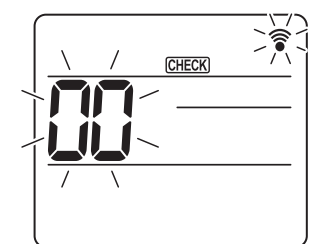
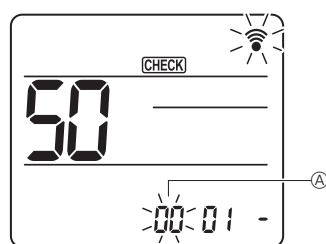
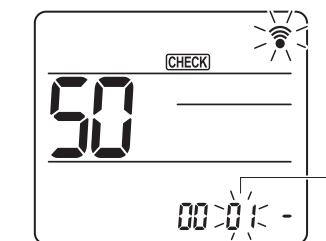
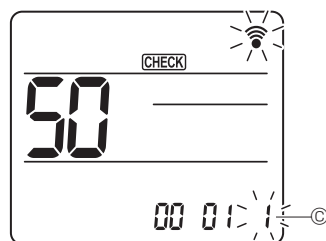

Fig. 7-18
Fig. 7-19
Fig. 7-20
Fig. 7-21
7.4.2. Tramite il telecomando wireless (Fig. 7-18, Fig. 7-19, Fig. 7-20, Fig. 7-21)
① Passaggio alla modalità di selezione della funzione
[CHECK] si illumina e lampeggia "00". (Fig. 7-18)
② Impostazione del numero dell'unità
Premere il pulsante [↓] per impostare il numero di unità ①. (Fig. 7-19)
③ Selezionare un modo
Premere il pulsante [↓] per impostare il Numero di modo ②. (Fig. 7-20)
④ Selezione del numero di impostazione
Utilizzare il pulsante [↓] per modificare il Numero di impostazione ③. (Fig. 7-21)